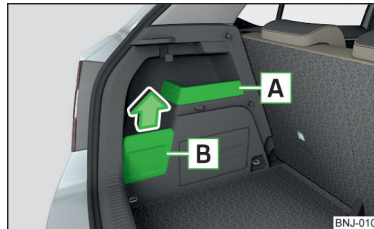

Abb. 94
- Das am Haken aufgehängte Gepäckstück, falls möglich, in das Ablagefach **B** » Abb. 94 auf Seite 80 einlegen - anderenfalls besteht die Gefahr einer Beschädigung der Ablagefachabdeckung.
- Wird am Haken ein Gepäckstück mit einem Gewicht von mehr als 2,5 kg aufgehängt, dann empfehlen wir, die Ablagefachabdeckung **B** » Abb. 94 auf Seite 80 abzunehmen - anderenfalls besteht die Gefahr einer Beschädigung der Ablagefachabdeckung.
Das fest verbaute Ablagefach **A** » Abb. 94 ist zum Ablegen von kleinen Gegenständen bis zu einem Gesamtgewicht von 1,5 kg geeignet.